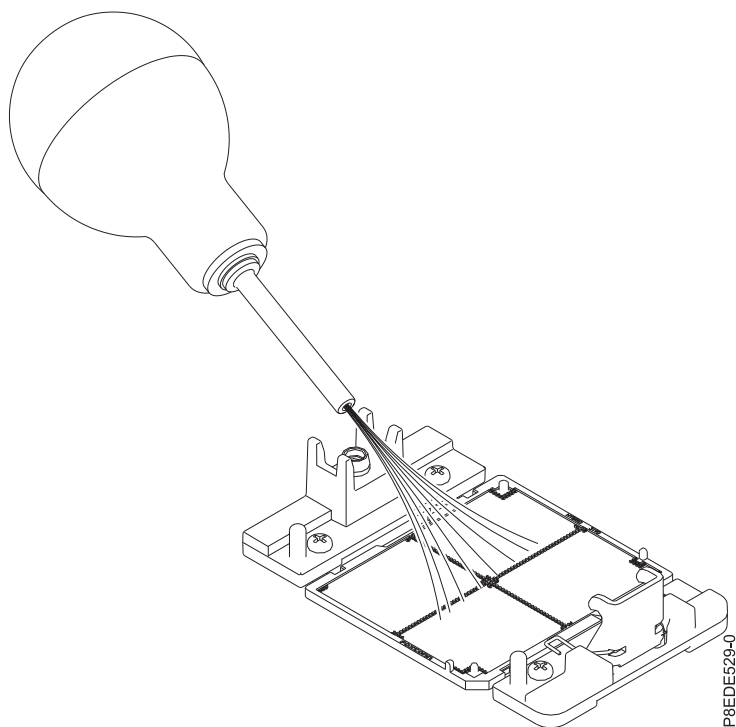

図 12. システム・プロセッサ・ソケットからほこりやごみを除去
- a. システム・プロセッサ・ソケットにほこりやごみが付着している場合は、提供されているエアポンプ (部品番号 45D2645) を使用してソケットをきれいにします。ソケットの中央から両側に向かって空気を少し吹き出します (14 ページの図 12 を参照)。